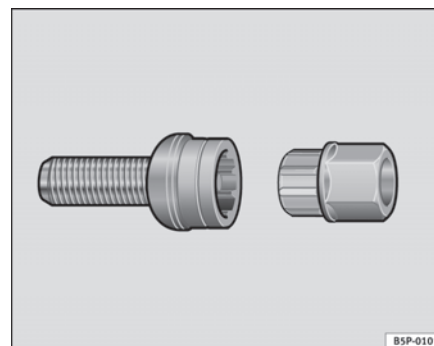

Fig. 183 Tornillo anti-robbo de la rueda
- Coloque el adaptador hasta el tope en el tornillo antirrobo de la rueda ⇒ **página 255, fig. 183.**